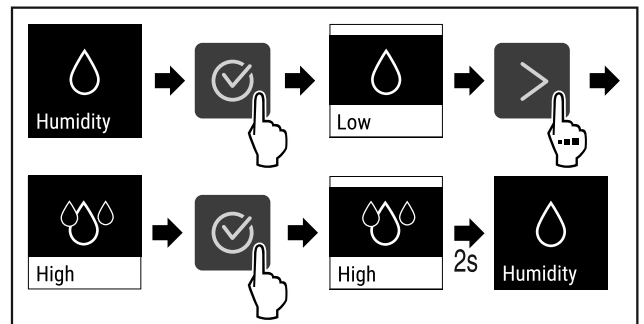

Fig. 74
- Suivre les étapes (voir Fig. 74).